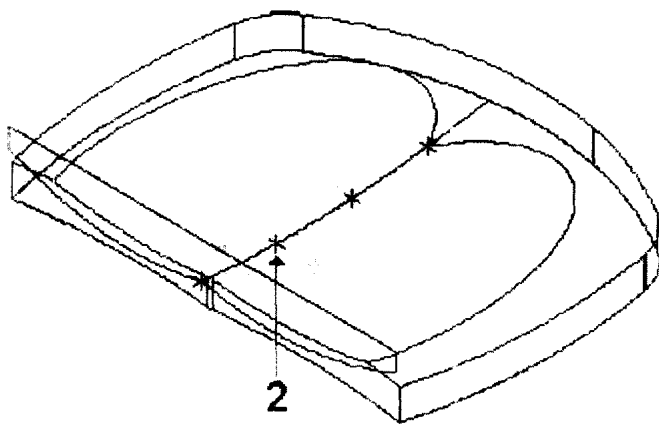

图 2.10 变半径插入点选择图
(17) 鼠标指针移到如图 2.10 所示“2”附近时，单击鼠标。